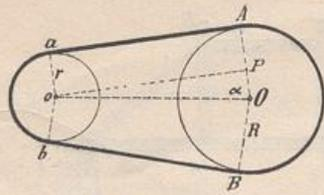

Fig. 29.
9. Über zwei Riemenscheiben (Fig. 29) von den Halbmessern  $R = 60 \text{ cm}$  und  $r = 35 \text{ cm}$  und einem Mittelpunktsabstand  $a = 180 \text{ cm}$  wird ein Treibriemen gelegt. Man berechne die Riemenlänge  $L$ .